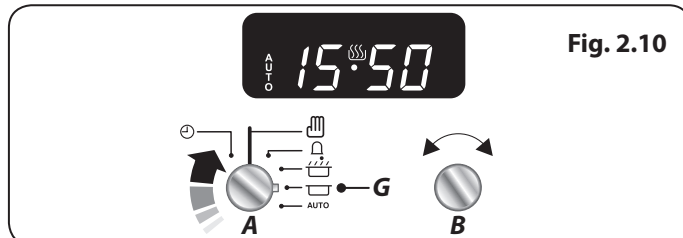

Fig. 2.10
2. Ruota la manopola del timer (A) sull'impostazione dell'ora di arresto (G) (**Fig. 2.10**). Il display indicherà l'ora corrente e il tempo di cottura impostato.